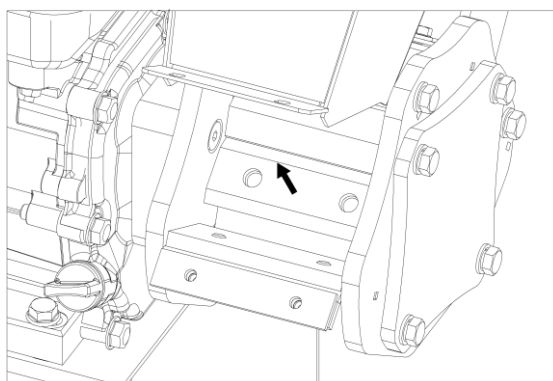

Рисунок 11
8. Извлеките нож (Рис. 11). Поверните нож на 180° или замените изношенный двусторонний нож.